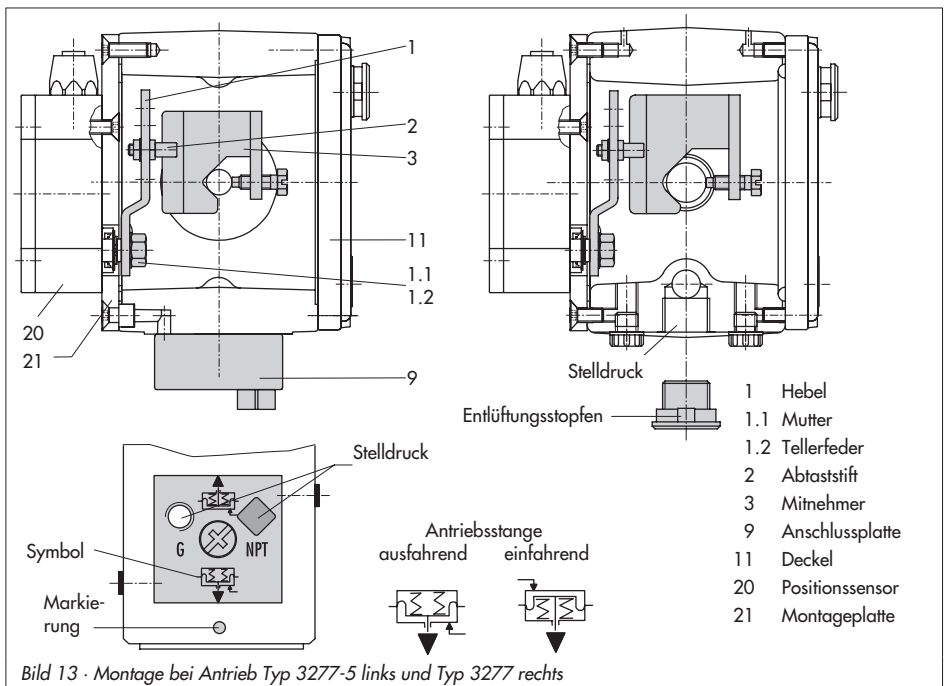

Bild 13 · Montage bei Antrieb Typ 3277-5 links und Typ 3277 rechts
Der Stelldruck vom Stellungsregler wird über den Stelldruckanschluss der Anschlussplatte (9, Bild 13 links) auf die Membrankammer des Antriebes geführt. Dazu zunächst die Anschlussplatte (9) aus dem Zubehör am Joch des Antriebes verschrauben.
- Anschlussplatte (9) dabei so drehen, dass das für die Sicherheitsstellung richtige Bildsymbol „Antriebsstange ausfahrend“ oder „Antriebsstange einfahrend“ nach der Markierung ausgerichtet ist (Bild 13 unten).
- Unbedingt darauf achten, dass die Flachdichtung der Anschlussplatte (9) richtig eingelegt ist.